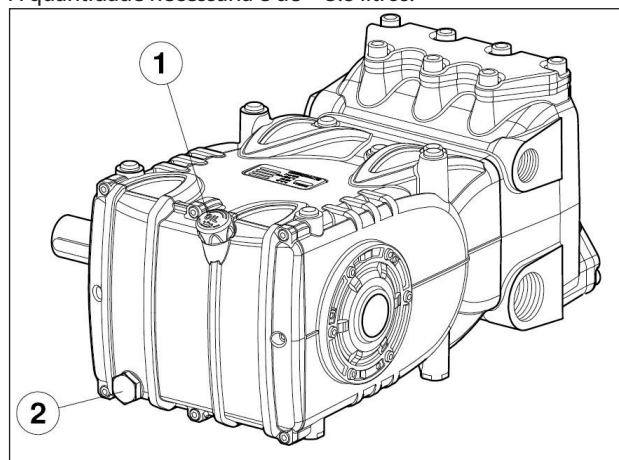

Fig. 3
Da haste do nível do óleo pos. ①, Fig. 3.
O controle correto do nível do óleo é realizado com a bomba em temperatura ambiente, a troca do óleo é executado com bomba de temperatura de trabalho, removendo: a haste do nível do óleo pos. ①, e sucessivamente a tampa pos. ②, Fig. 3. O controle do óleo e a troca são efetuados conforme indicado na tabela do capítulo 11.